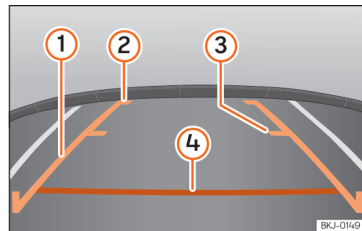

Fig. 266 Visualizzazione sul display del sistema Easy Connect: linee di riferimento.
- Il carico del veicolo modifica la rappresentazione delle linee di riferimento »» fig. 266. La larghezza che queste rappresentano diminuisce con il livello di carico. Prestare attenzione alla zona attorno quando l'interno o il vano bagagli sono carichi.
»» fig. 266